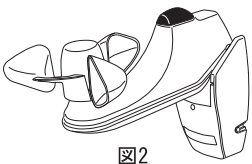
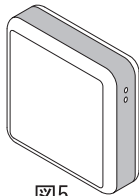

図2
図5
- ・風力/陽光センサー(図2)、振動センサー(図3)に内蔵され、電波によって信号を送るタイプ(受信機にはモーター内蔵型と箱型(図5)の2種類があります)